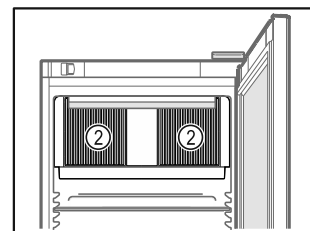

Fig. 50
- ❑ Odstąpić szczeliny wentylacyjne Fig. 50 (2) dmuchawy wewnątrz urządzenia.